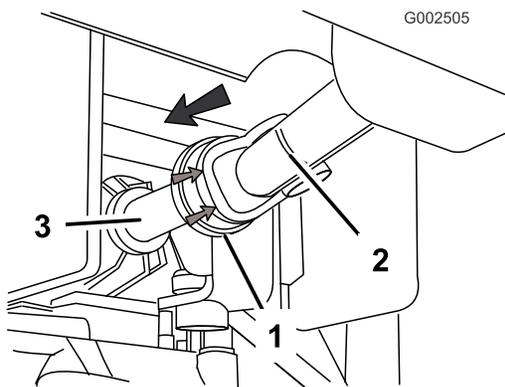

Figura 23
- Puxe para trás o resguardo de borracha da parte da frente do veio da transmissão da tomada de força (Figura 23).
- Monte o veio de transmissão no veio de saída da tomada de força (Figura 23).